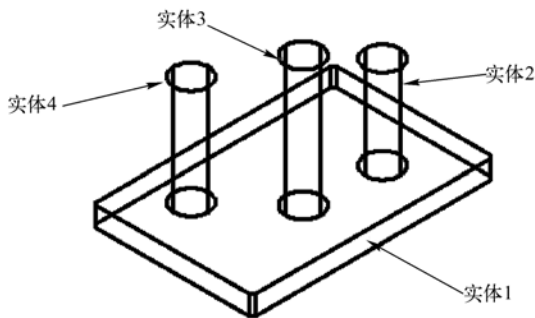

图 9-74 已有的实体模型
- 1) 打开随书光盘中“CH9”文件夹中的“BD_差集运算.DWG”文件。在该文件中存在着的实体模型如图 9-74 所示。